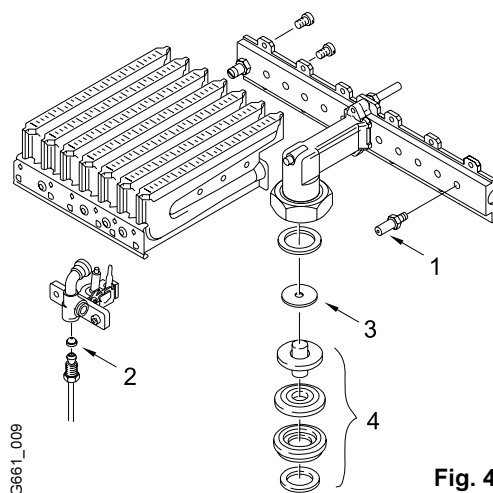

Fig. 4
- Smontare il bruciatore (fig. 4).
- Smontare i gruppi destro e sinistro del bruciatore, rimuovere gli ugelli con altri appropriati al tipo di gas (fig. 4, pos. 1).
- Sostituire l'ugello pilota (fig. 4, pos. 2).
- Sostituire la valvola modulante del gas (fig. 4, pos. 4).
- Sostituire il piattello della valvola (fig. 4, pos. 3) - (G.P.L.).